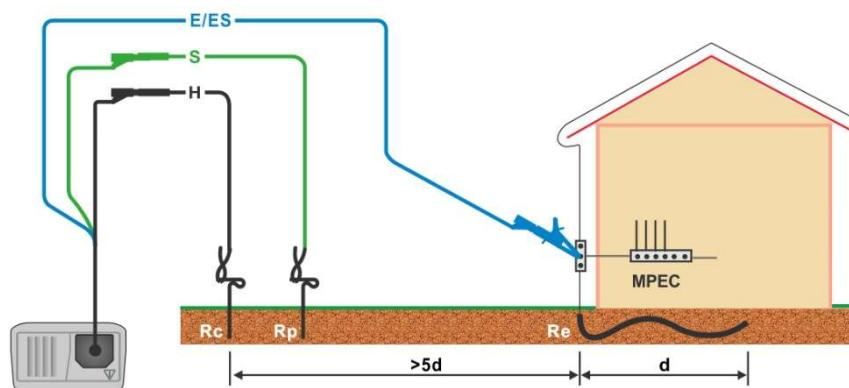
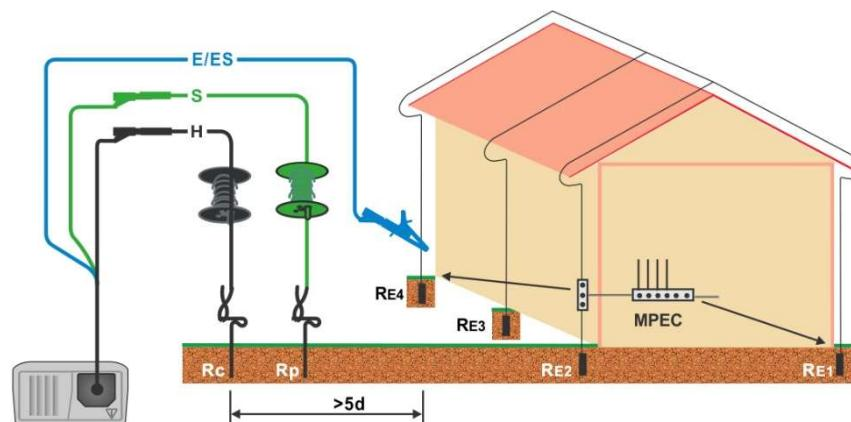

figura 0.7: misurazione della messa a terra di installazione principale
figura 0.8: misura di un sistema di protezione dai fulmini
- Collegare** l'oggetto da testare (vedi *figura 0.7* e *figura 0.8*).